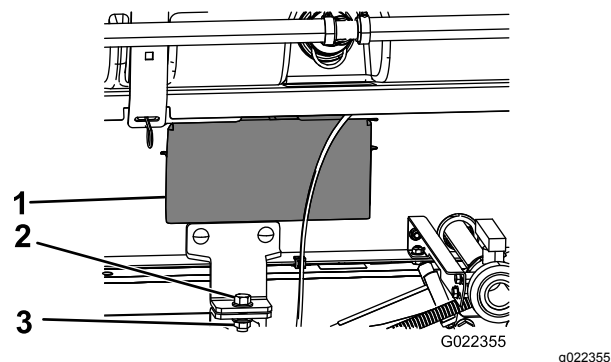

Figura 36
5. Rimuovete i pannelli di accesso su entrambi i lati del telaio del supporto (Figura 36).
8. Fissate la staffa di fissaggio del gruppo del telaio di supporto del serbatoio alla staffa del pianale sul telaio su ciascun lato della macchina con un bullone ($\frac{1}{2}$ " x $1\frac{1}{2}$ ") e un dado di bloccaggio ($\frac{1}{2}$ "), come illustrato nella Figura 36.